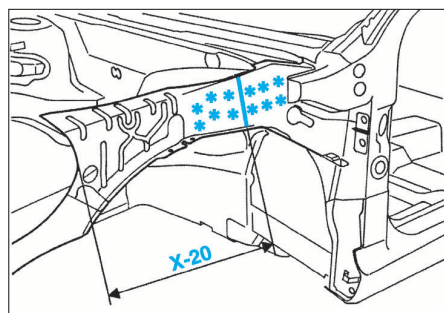

FIG. 22
- Fraiser les points de soudure électrique (Fig.22, 23 et 24).
- Tracer, puis découper la doublure d'aile (Fig.22).